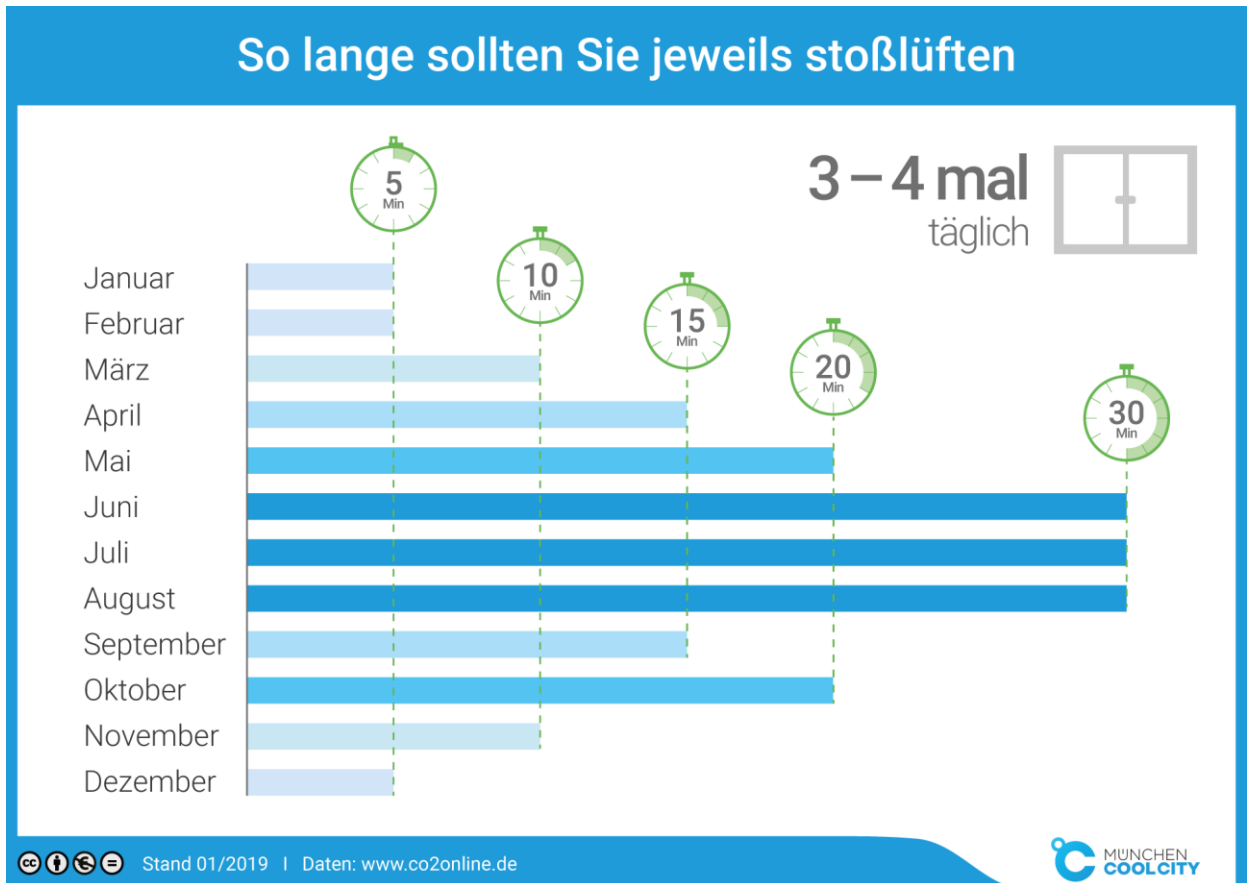

Abbildung 5: Richtig stoßlüften zu jeder Jahreszeit
- Vermeiden Sie Dauerlüften mit gekippten Fenstern. Lüften Sie die Räume kurzzeitig durch Stoßlüften und Querlüften** (siehe Abbildung 5). Denken Sie daran, vorher die Heizkörperventile zu schließen, falls dies möglich ist.